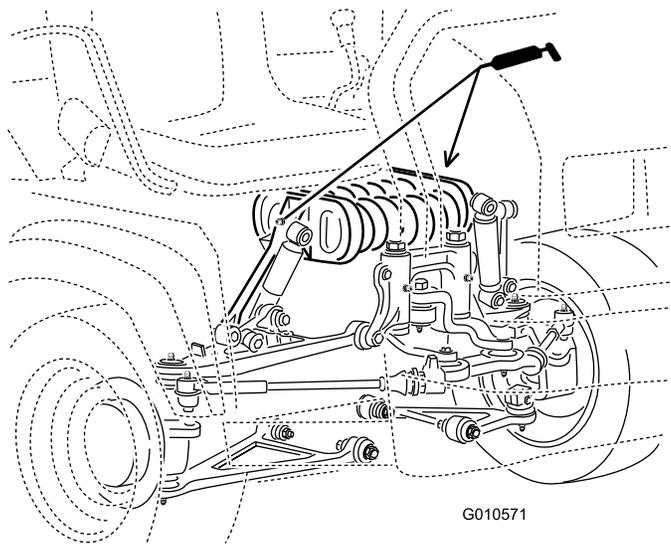

Рисунок 41
- Стойка рессоры (2 шт.), как показано на Рисунок 41.